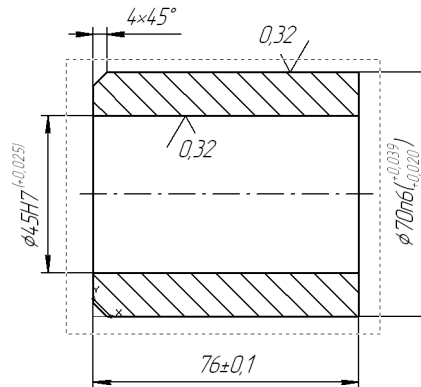

Рис. 53.6. Выделение изображения детали
- 10.3. Выделите рамкой изображение втулки, как это показано пунктирным прямоугольником на рис. 53.6.